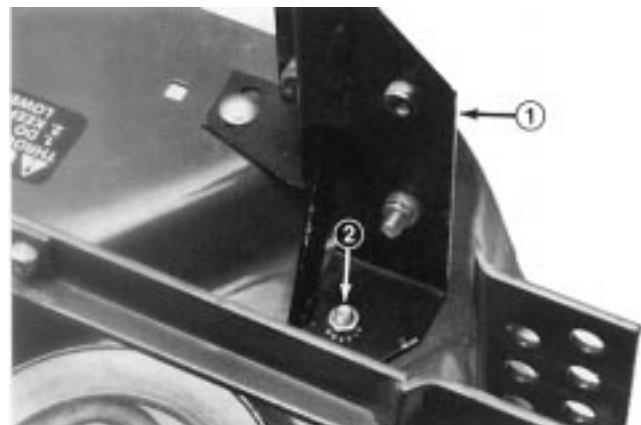

Abbildung 6
7. Den hinteren Lüfterbügel als Schablone verwenden und die letzte Montagebohrung mit $3/8''$ (9 mm) Durchmesser im Mäherdeck markieren und ausbohren (Abb. 6). Mit einer $5/16 \times 5/8''$ (16 mm)-Schraube von oben durch den hinteren Bügel sichern und den Lüfter von den Haltebügeln nehmen (Abb. 6).